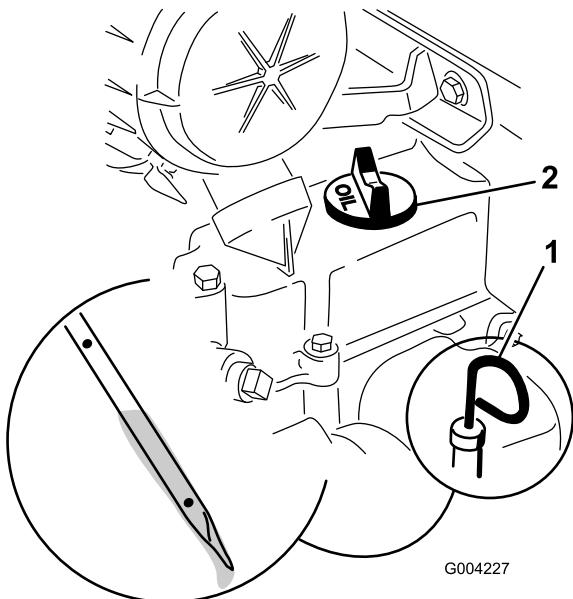

Figura 16
4. Pulite attorno all'asta di livello (Figura 16).
- Estraete l'asta di livello dell'olio e pulite l'estremità metallica (Figura 16).
- Infilate fino in fondo l'asta di livello nel relativo tubo (Figura 16).
- Se il livello dell'olio è troppo basso (inferiore al foro inferiore), pulire l'area circostante il tappo di riempimento dell'olio e rimuovere il tappo (Figura 16).